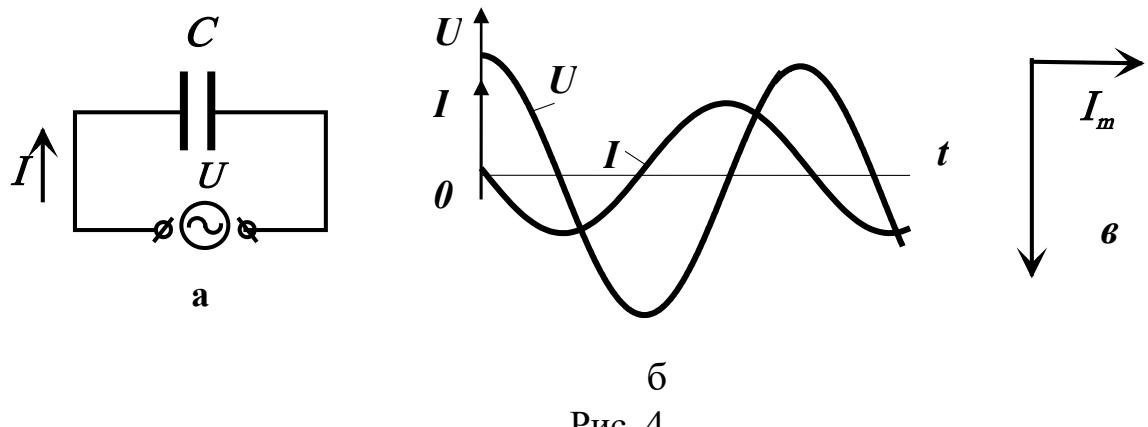

Рис. 4
Подадим переменное напряжение (1) на емкость, как показано на рис. 4а.
На рис. 4б показана зависимость мгновенных значений напряжения и тока в цепи, содержащей емкость. Из рисунка и из сравнения соотношений (1) и (14) видно, что ток, текущий через емкость, опережает по фазе напряжение на емкости на $\pi/2$. Если вектор тока направить горизонтально, то векторная диаграмма цепи, содержащей емкость, примет вид, показанный на рис. 4в.
Энергия, запасенная в емкости, $W_C = \frac{1}{2} C U^2$. Поэтому напряжение на емкости, определяющее величину запасенной энергии, будет отставать от тока, протекающего через емкость, рис. 4в.